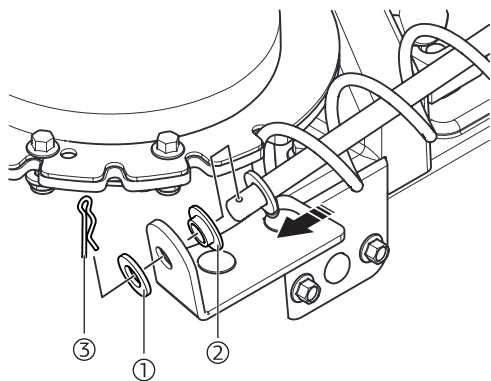

Рис. 6
5. Установите ручку поворота желоба с помощью стопорной гайки (1), посадочной втулки (2) и стопорного пальца (3) (Рис. 6).